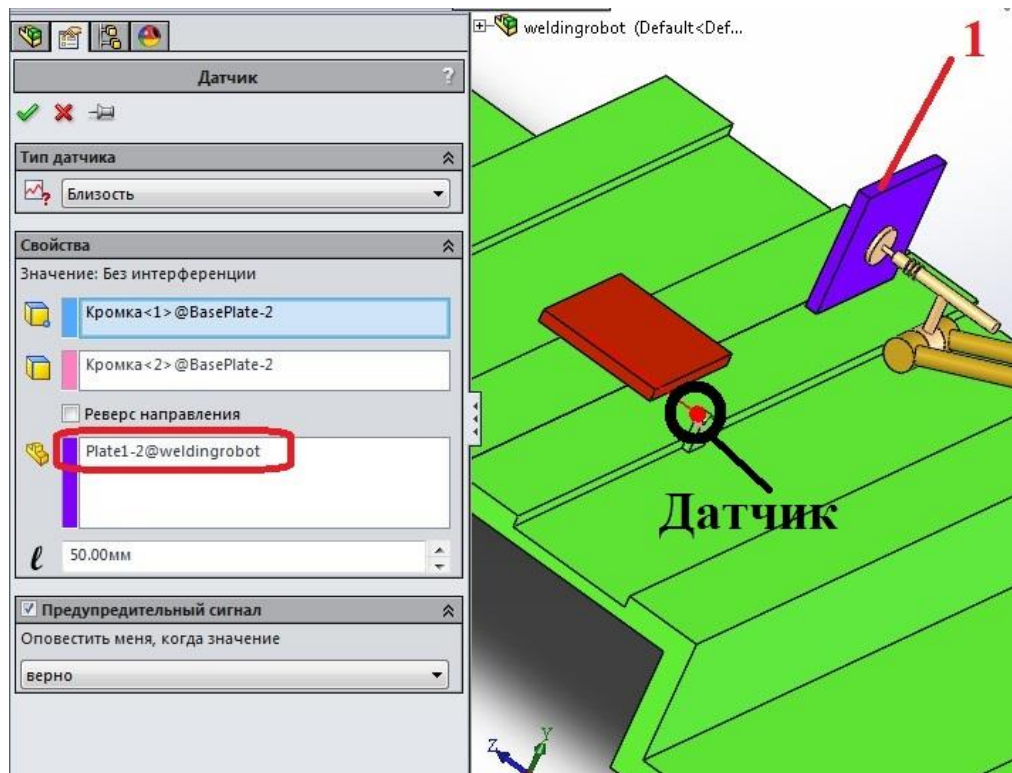

Рис. 5. Створення датчика
3.1. У дереві побудови вибрати **Sensors** та додати датчик **Add Sensor**. Вибрати параметри як показано на рис.5.
Датчик визначає момент, коли відстань між датчиком і пластиною (поз. 1 рис.5) буде рівна 50 мм. Цей датчик, будучи використовуваним в тригері, запускає виконання першої задачі.